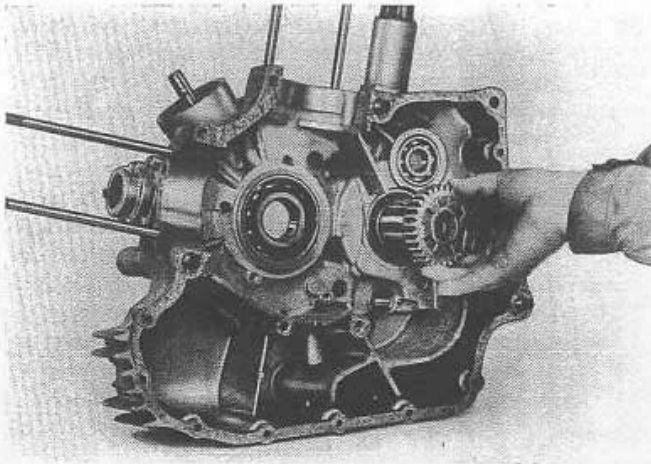

Fig. 66
**MONTAGGIO INGRANAGGIO USCITA MOTO** (vedi fig. 66).
**FITTING THE DRIVE GEAR** (see fig. 66).